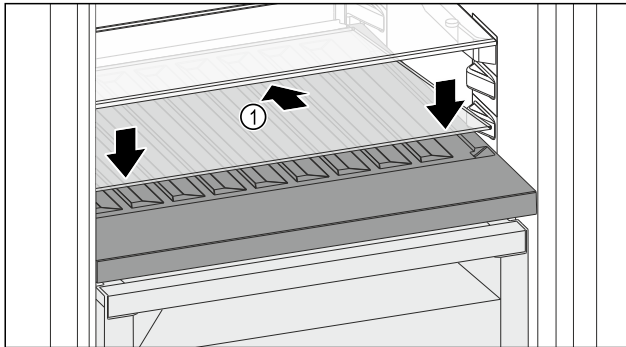

Fig. 82
- Glasplatte Fig. 82 (1) schräg und nach hinten unten geneigt ansetzen.
- Glasplatte Fig. 82 (1) vorne absenken.